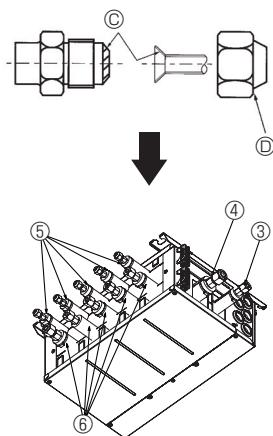

Fig. 7-2
- ⑭ Breng op het gehele oppervlak van de optrompzitting koelolie aan (Fig. 7-2).
- ⑮ Gebruik in principe de optrompmoeren die zich op de behuizing bevinden (in de handel verkrijgbare optrompmoeren kunnen scheuren).